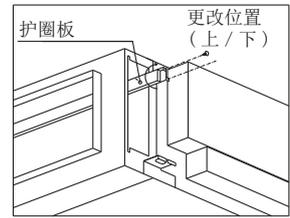

图 2
- (2) 当使用过滤箱PAC-KE63·80·140TB-F(使用过滤网:高效型过滤网)时,更改护圈板的位置(上/下)。(图2)